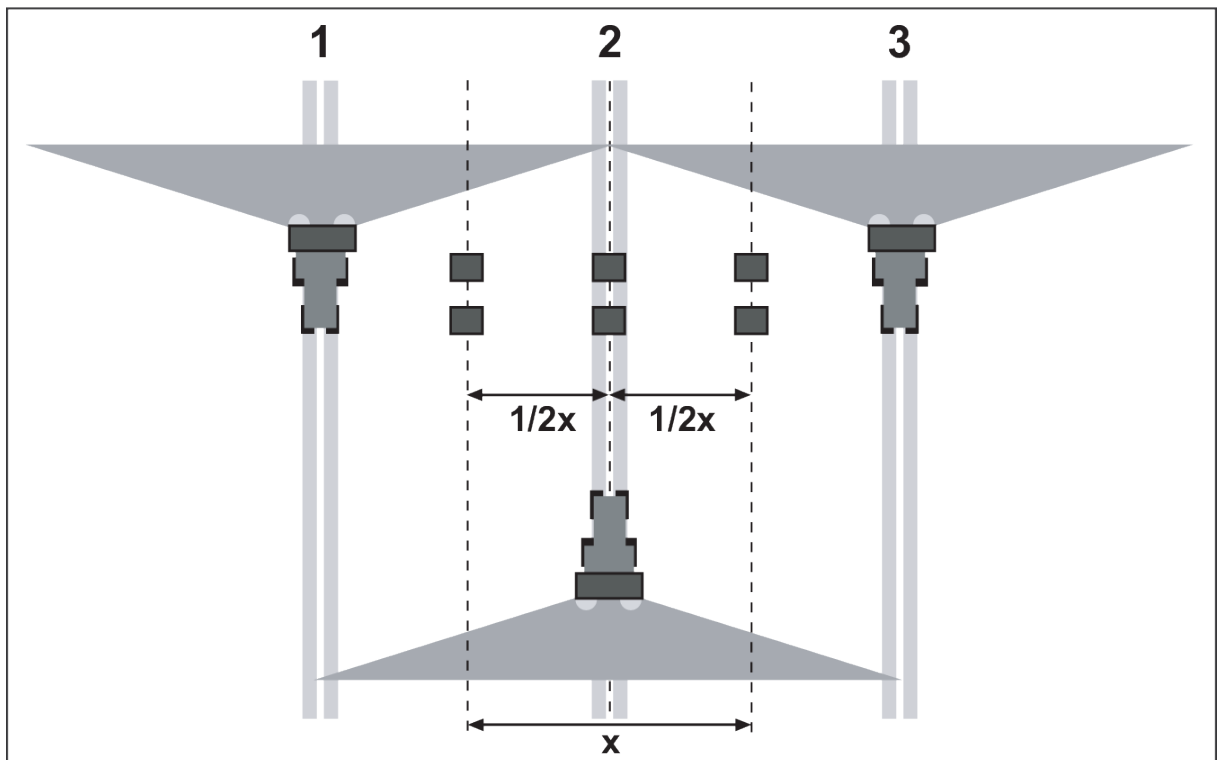

Abb. 35: Aufstellung für drei Überfahrten
- ▶ Je zwei Auffangschalen im Abstand von **1 m** hintereinander in den Überlappungszonen (zwischen den Fahrgassen) und in der mittlere Fahrspur aufstellen (entsprechend Abb. 35)